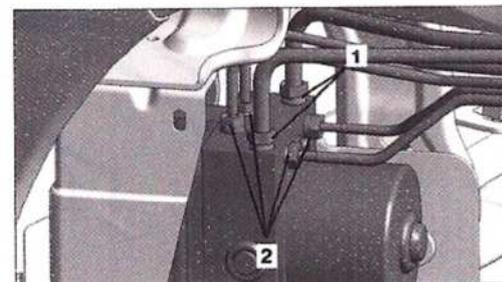

FIG.24
- Desbloquear las conexiones (1) y (2) (Fig.24).